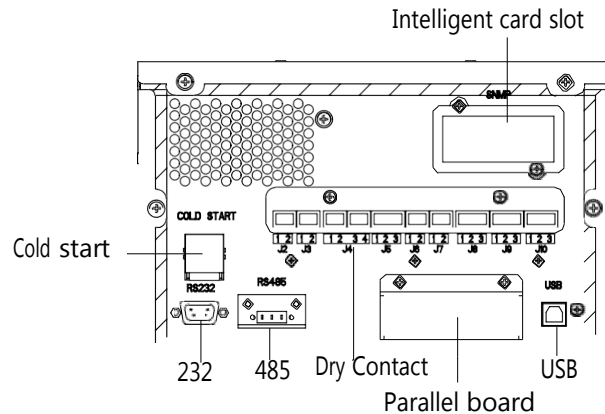

Fig.3-13 Interfaces de comunicação & contato seco.
- 2) Abra a porta traseira do gabinete, remova a tampa de plástico. Os terminais de entrada e saída, terminal de bateria e terminal de terra de proteção são apresentados na Fig.3-11 e Fig. 3.13.
Fig.3-13 terminais de conexões para 20/30kVA
O painel frontal do módulo de bypass fornece interface de contato seco (J2-J11) e interface de comunicação (RS232, RS485, SNMP, interface de cartão inteligente e porta USB), como é apresentado na Fig.3-13.